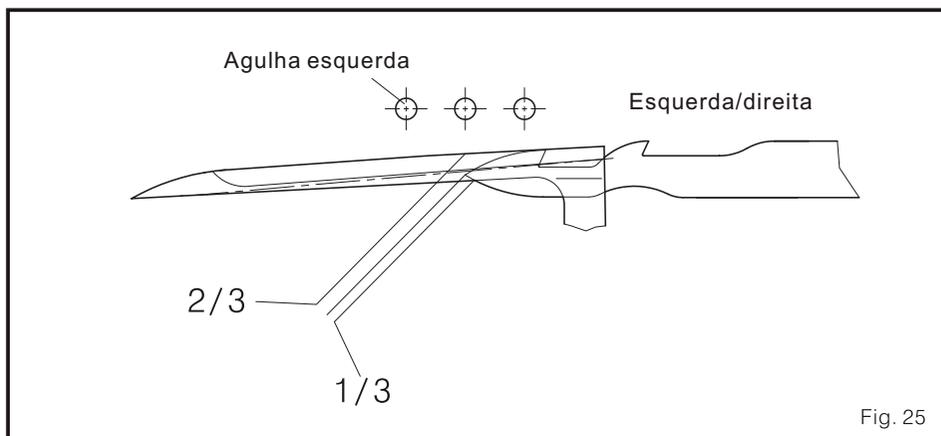

Fig. 25
- (1) Quando a agulha fique no ponto mais alto, e o looper fique no ponto esquerdo, a posição frontal/posterior da faca inferior é aproximadamente $\frac{1}{2}$ da grossura do looper. (Fig. 25)